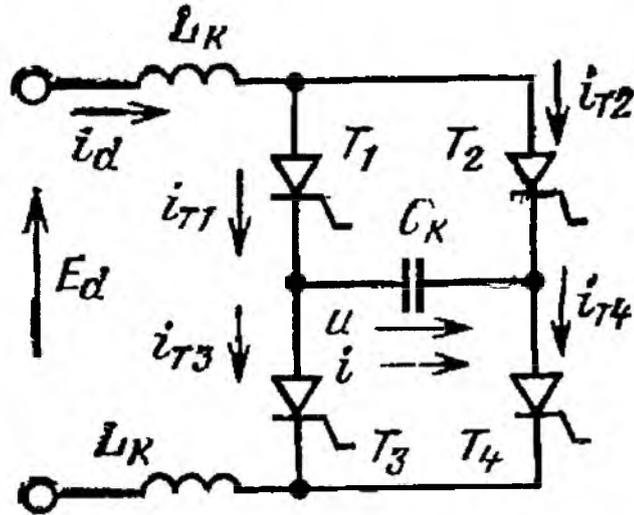

Рис. 17. Схема ненагруженного однофазного мостового инвертора без обратных диодов
21. Построить кривые напряжения  $u$  и тока  $i_d$  в однофазном мостовом инверторе (рис. 17), не имеющем нагрузки, если  $f = 100$  Гц,  $L_K = 1$  мГн и  $C_K = 1$  мкФ. Вентили идеальные.